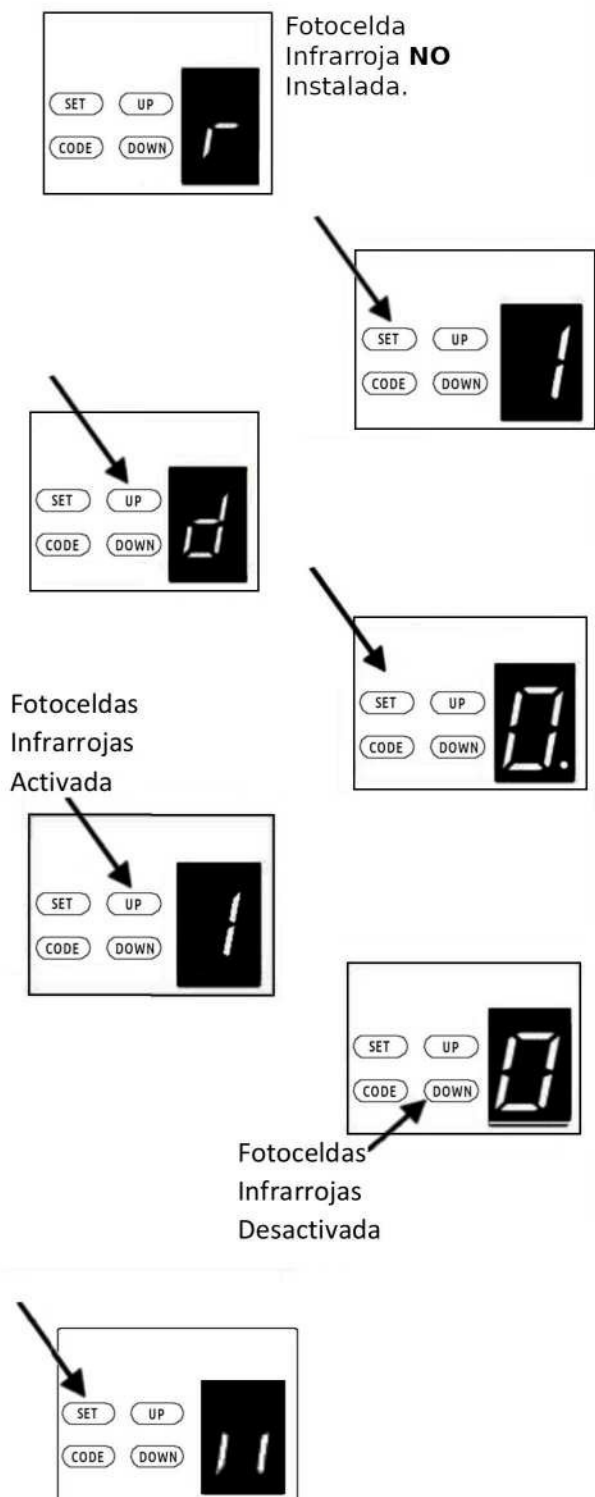

Fig.52
d) Configuración de Fococeldas Infrarrojas. (Fig.52)